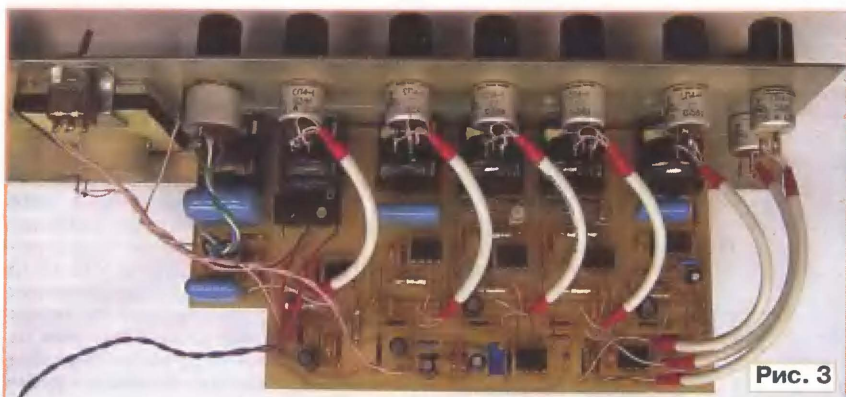

Рис. 3
**Детали и конструкция.** Применение во входных цепях керамических конденсаторов К10-17 нежелательно, они проявляют ощутимый микрофонный эффект. Здесь лучше применить конденсаторы К73-17, остальные — К10-17. На рис. 3 их видно. В микшере применены оксидно-полупроводниковые конденсаторы К52-1 (в сигнальных цепях), оксидно-электролитические К50-35 на напряжение 16 В или их импортные аналоги. Все постоянные резисторы — МЛТ-0,125, но размеры платы допускают установку резисторов МЛТ-0,25.